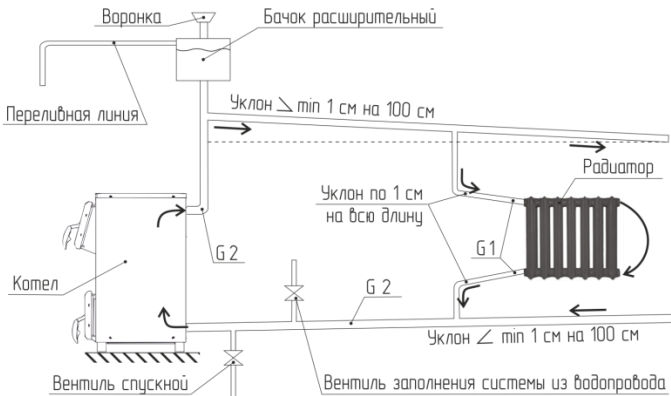

Рис.8 Схема подсоединения котла к отопительной системе и водопроводу
5.10. Рекомендуемая схема подсоединения котла к отопительной системе приведена на Рис.8. Стояки устанавливать вертикально. Горизонтальные трубопроводы прокладывать с уклоном по направлению движения воды (сверху вниз). Величина уклона должна быть не менее 10 мм на одном погонном метре разводящей или сборной магистрали. Уклоны ответвлений к нагревательным приборам – не менее 10 мм на всю длину проводки.
5.11. Расширительный бачок (рис.8) устанавливается в наивысшей точке системы. Он должен иметь постоянно открытое заливное отверстие в верхней части и переливную линию на верхней боковой поверхности, для слива излишней воды из системы в канализацию.
5.12. Для полного слива воды из системы в самой нижней ее точке установить спускной вентиль (рис.8), возможна замена на резьбовую пробку.
5.13. Перед началом эксплуатации система заполняется водой из водопровода через вентиль (рис.8) до начала перелива из расширительного бачка. Долив системы водой возможен через воронку расширительного бачка.